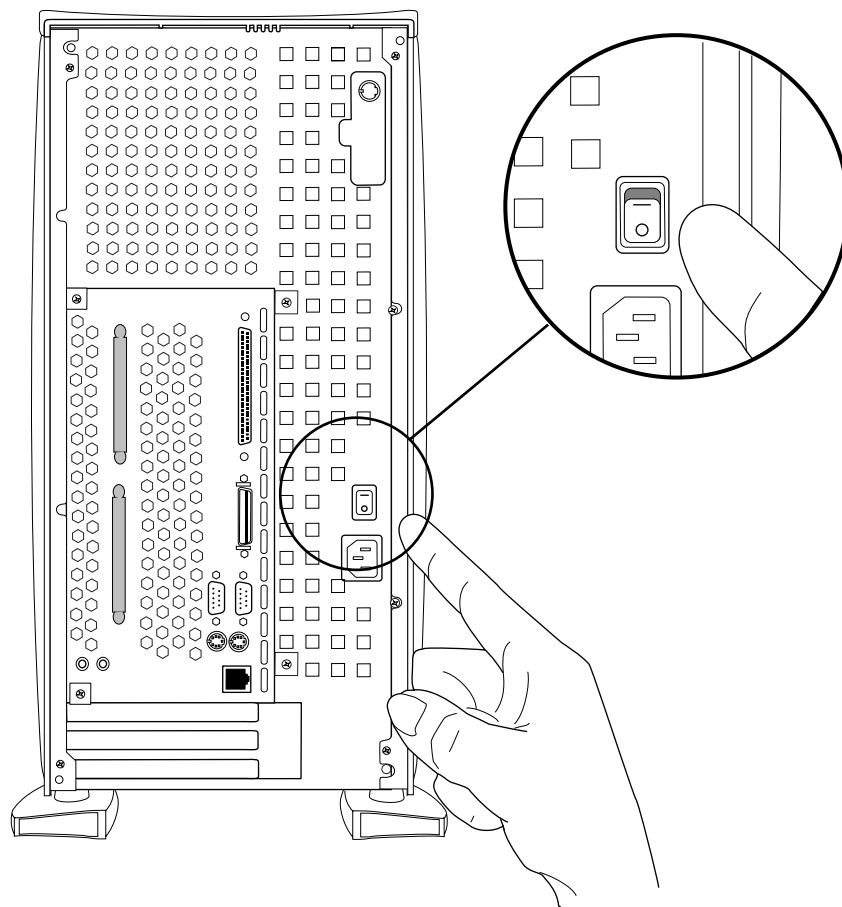

Figure 4-5 Mise hors tension à l'aide du commutateur principal d'alimentation
5. Si vous souhaitez arrêter complètement le serveur (par exemple, pour effectuer sa maintenance), basculez sur la position de mise hors tension le commutateur d'alimentation qui se trouve à l'arrière du serveur, comme indiqué à la Figure 4-5.